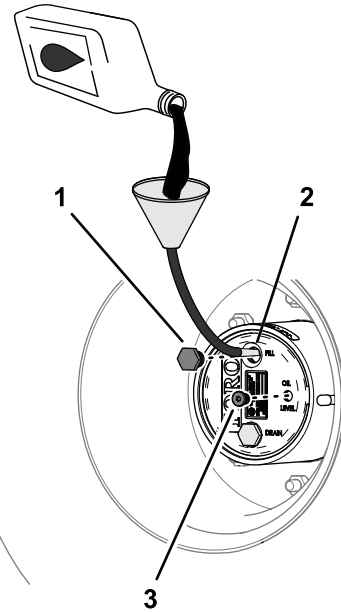

图 85
4. 如果润滑油油位较低应取出加油塞添加指定润滑油直至油开始从检查塞孔中流出图 85请参阅行星齿轮传动润滑油规格(页码 52)。
6. 安装加油塞和检查塞图 85。
1. 通过加油塞孔缓慢添加指定齿轮润滑油请参阅 检查行星齿轮传动润滑油 \(页码 52\)中的图 85。
3. 安装加油塞和检查塞请参阅 检查行星齿轮传动润滑油 \(页码 52\)中的图 85。